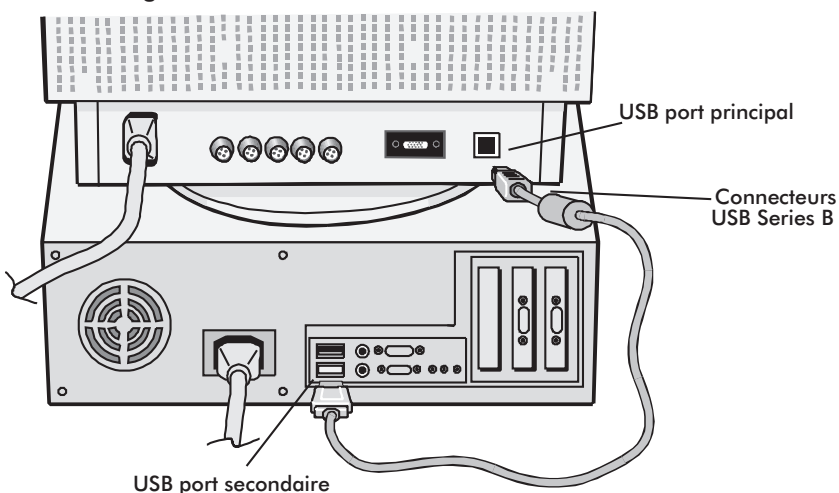

Figure 1
1. En utilisant les câbles USB fournis, reliez les connecteurs USB Serie B au port USB principale du moniteur (Figure 1).
2. Branchez l'autre embout du câble sur le port USB principal de votre ordinateur (ou à un répartiteur USB connecté à votre ordinateur) (Figure 1).